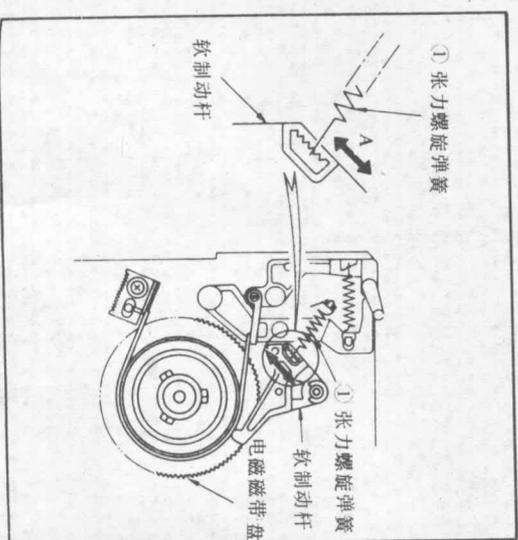

图 31 软制动调整-2
- 2) 按箭头④所示方向移动张力螺旋弹簧①，直到处于 FF 状态时(参看图 31) 扇形张力计指 8g 为上。